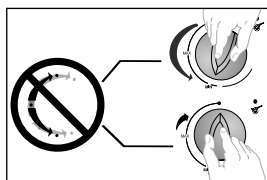

Figura 12.
- No haga fuerza a las perillas más allá del tope de ABIERTO y CERRADO (Ver figura 12).